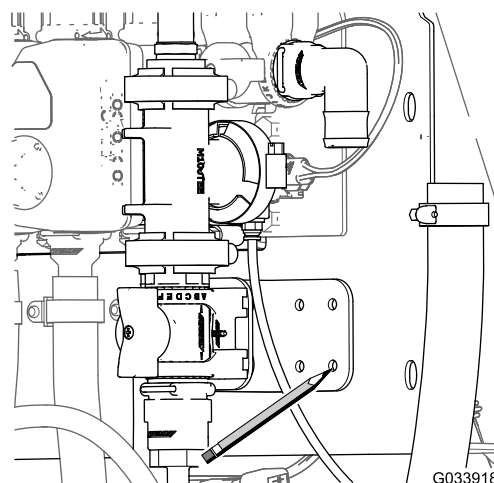

Figure 32
3. En vous servant de la patte de fixation de la vanne de commande comme gabarit, repérez l'emplacement des trous de la patte à la surface du support du collecteur (Figure 32).